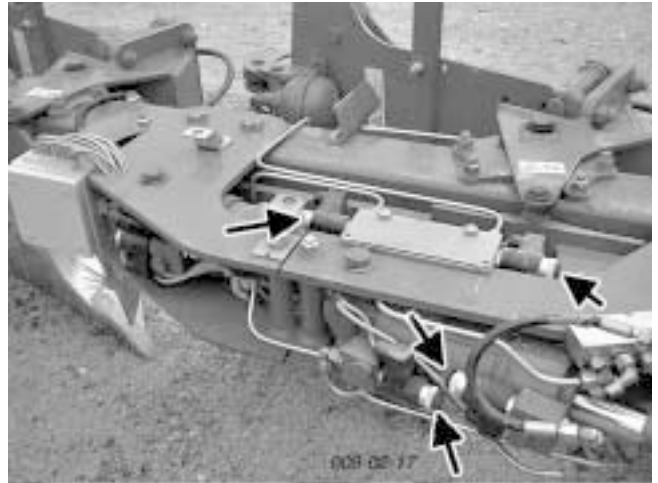

Fig.17
Am entsprechenden Hydraulikzylinder die Ventile öffnen (Fig.17) und am Hydraulikblock die zugeordneten Knöpfe drücken bzw. ziehen,
- Schrauben hineindrehen (Fig.17)